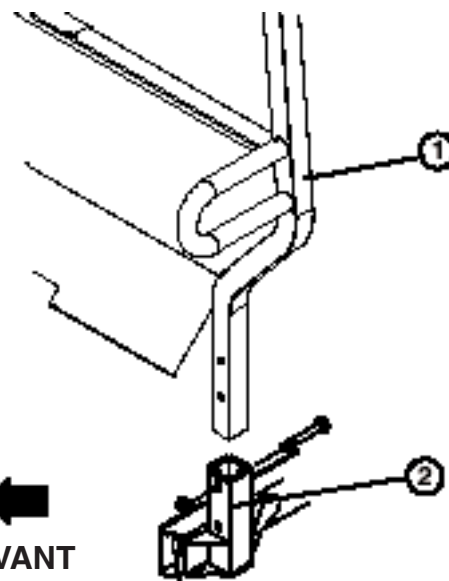

Figure 6
## Montage de la protection anti-retournement (ROPS) (Fig. 6)
- Insérez chaque côté de la protection dans le support de chaque côté du bâti du véhicule, et positionnez la protection comme illustré à la Figure 6.
- Fixez chaque côté de la protection anti-retournement aux supports à l'aide de (2) vis de 1/2-13 x 3" et contre-écrous.